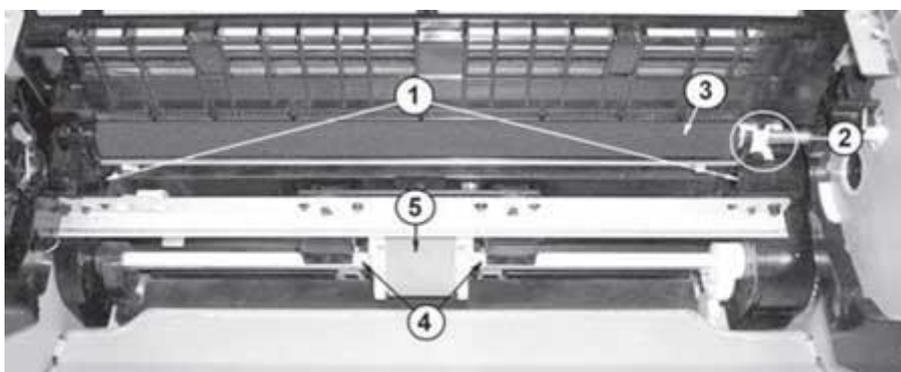

Рис. 22. Состав пластмассового узла основания
- плата датчиков подачи бумаги и наличия картриджа (рис. 22, поз. 1);
1. Снимают флажок подачи, предварительно запомнив расположение возвратной пружины (рис. 22, поз. 6).
3. Отжимают фиксаторы бушингов (рис. 22, поз. 7) и снимают правый бушинг. Левый бушинг сдвигают влево до выхода из посадки и снимают вал транспорта бумаги в сборе с ним.